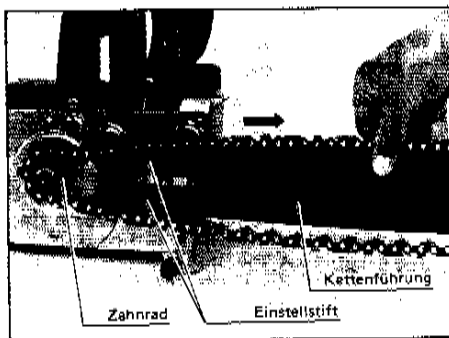

Abb. 2
- Ein End der Kette über das Zahnrad und das andere über das Ende der Kettenführung legen. Darauf achten, daß die Schneidezähne in Richtung des Pfeiles (vgl. Abb. 2 und 3) weisen. Die Kette in die Auskehlung in der Führung legen.